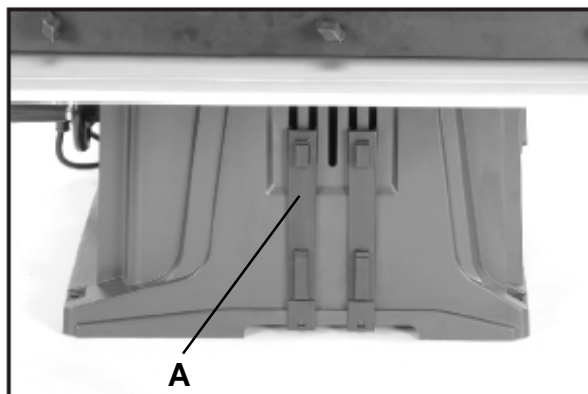

Fig 9.
Accrocher le porte-outil (A), Fig. 9, au bord inférieur du corps de la machine et encliqueté les doubles crochets aux buses d'aération.